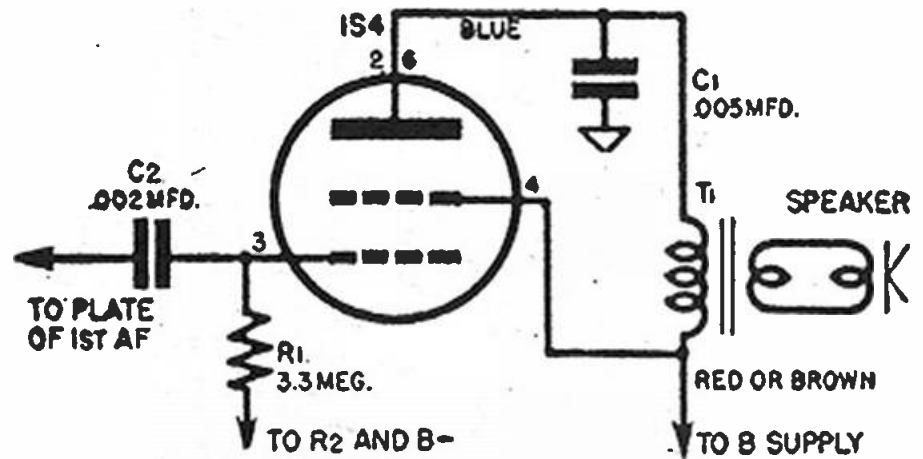

Fig. 8-6. Output circuit.
c) *Output Circuit.* See Figure 8-6.